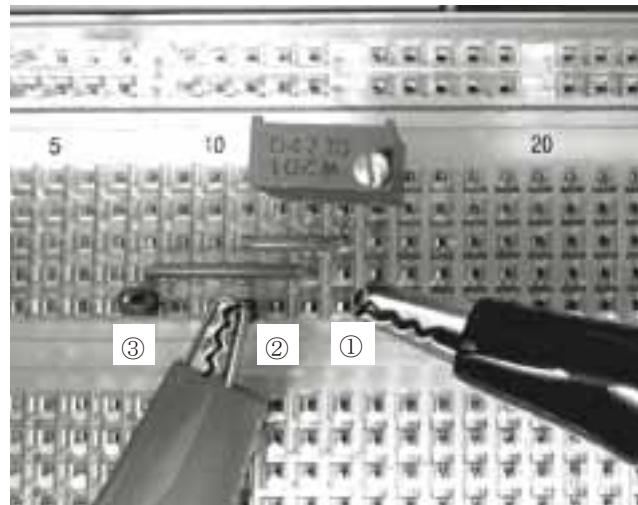

図 1－10 ジャンパー線と端子ピンを使って測定
- (2) 可変抵抗器 R_p の①②間の抵抗値を 100Ω に設定する。ブレッドボード上に図 1－11 に示す回路を組む。抵抗 R_1 は 120Ω である。可変抵抗器 R_p の①②間の電圧を予想せよ。予想値とその根拠を解答欄に記せ。
(3) 可変抵抗器 R_p の①②間の電圧を測定し、(2)のときの予想値と比較せよ。